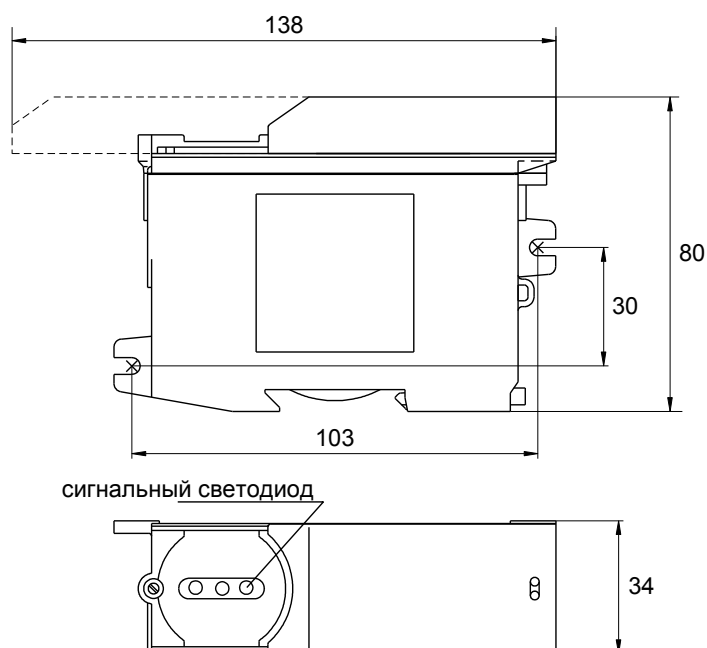

Рис. 5.2 Габаритные и установочные размеры контроллера
Для установки контроллера необходимо выбрать подходящее условиям эксплуатации место, исходя из габаритных и установочных размеров контроллера, указанных на рис. 5.2, и удобства подвода к контроллеру проводов сети.
При правильном подключении и исправном контроллере после подачи напряжения должен загореться сигнальный светодиод (3), расположенный на корпусе контроллера (рис. 5.2). Если светодиод не загорается необходимо заменить контроллер на исправный.